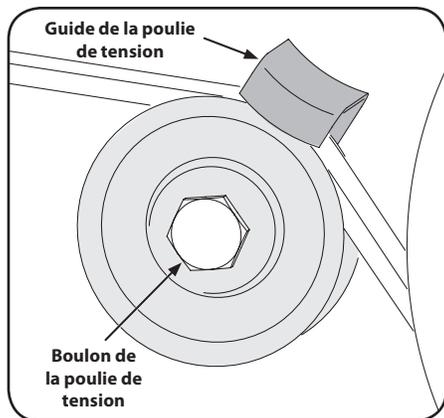

Figure 5-3
Placez l'obturateur à la position Arrêt. Relevez le guide de profondeur entre les roues. Voir la Fig. 5-3.
3. Enlevez le boulon de la poulie de tension et dégagez la courroie qui passe en-dessous du guide de courroie. Voir la Figure 5-3.